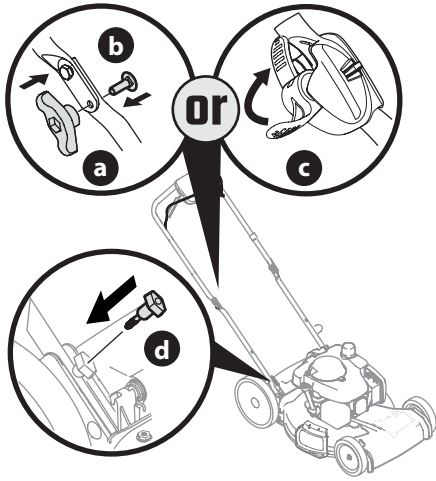

Figure 8
4. Remplacez les boutons étoile ou les écrous papillon (a) et les boulons de carrosserie (b) retirés à l'étape 1 dans les trous de la partie inférieure du guidon ou placez les loquets (c) dans la position de verrouillage (Figure 8).
5. Retenez la partie inférieure aux supports du guidon avec les boulons à oreilles (d) retirés à l'étape 2 (Figure 8). Serrez bien les boulons pour fixer le guidon.